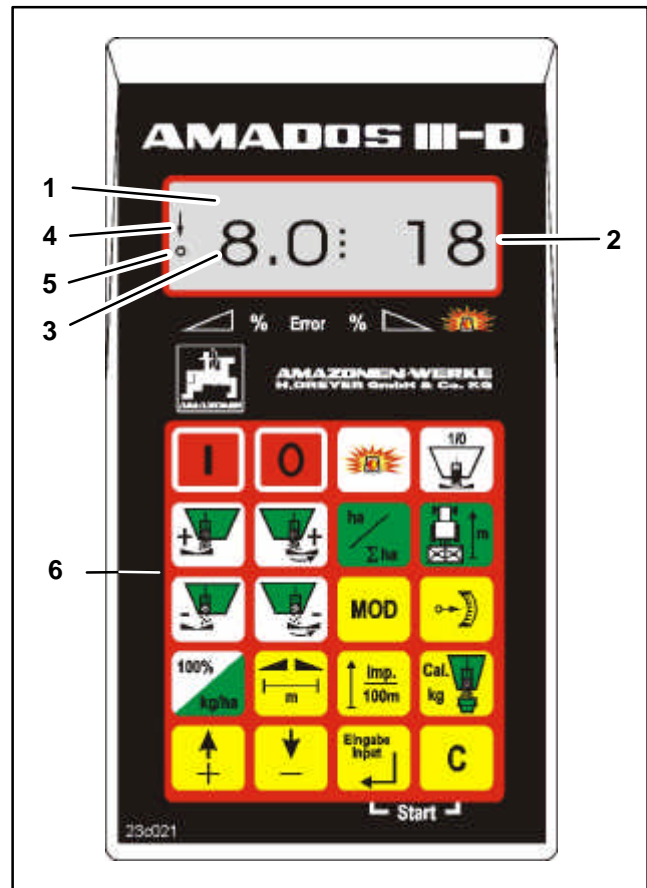

Fig. 4.1
Anzeige des 6-stellige Displays (Fig. 4.1/1) in Maschinenarbeitsstellung:
- aktuelle Schieberstellung (Fig. 4.1/2) und
- Fahrgeschwindigkeit [km/h] (Fig. 4.1/3).
Der Kreis (Fig. 4.1/5) muss während der Fahrt blinken.
Die Folientastatur (Fig. 4.1/6) ist in folgende Bereiche aufgeteilt:
Der Pfeil (Fig. 4.1/4) erscheint auf dem Display, sobald ein Schieber geöffnet wird.